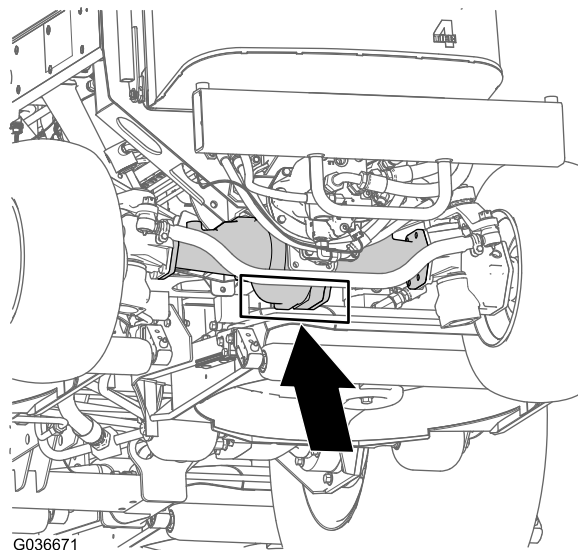

Figura 78
**Partea din spate a mainii** - la nivelul centrului axului (Figura 78)